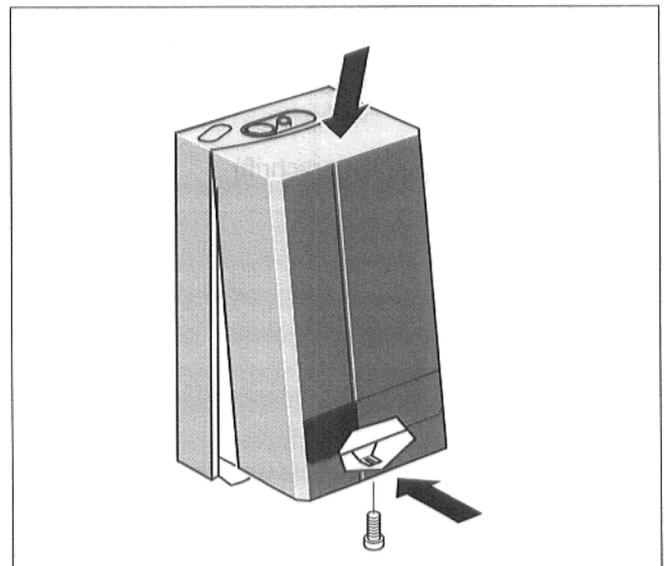

Abb. 29 Verkleidung anbringen
- Verkleidung einhängen und Halteschraube eindrehen (Abb. 29).